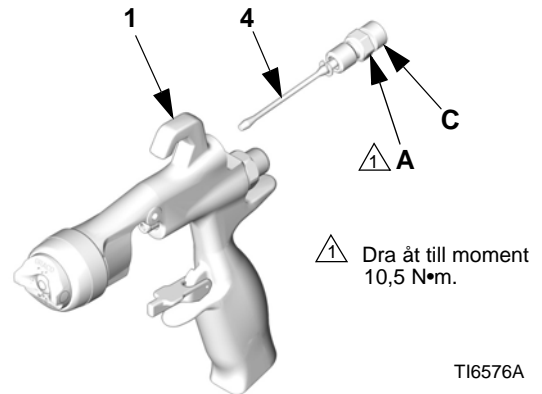

FIG. 35
2. Lossa tätmuttern (A) på mönsterluftventilen från baksidan på pistolhuset (1). Dra ur ventilenheten (4) ur pistolhuset. Se FIG. 35.
3. Vrid mönsterjusteringsventilen (C) på utbytesventilen (4) helt moturs innan den monteras så undviks skador på sätet (5c†). Montera utbytesventilen i pistolhuset (1). Skruva in tätmuttern (A) i pistolhuset och dra åt till moment 10,5 N•m.